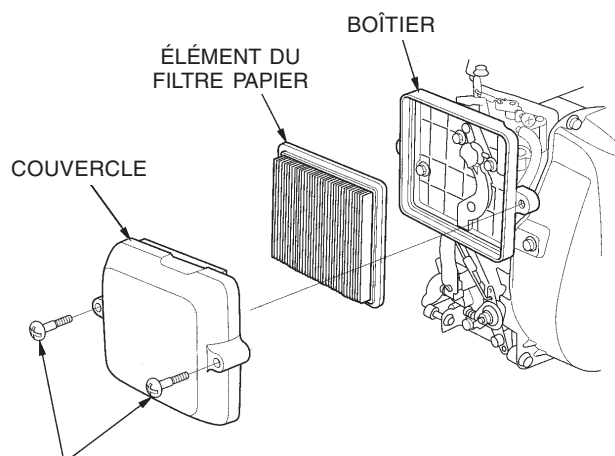

Figure 12. Filtre à air du moteur
- Tapoter plusieurs fois l'élément du filtre papier (figure 12) sur une surface dure pour en extraire la poussière ou pulvériser de l'air comprimé (ne pas dépasser 207kPa ou 2,1 kgf/cm² [30 psi]) dans l'élément du côté boîtier du filtre à air. **NE JAMAIS** dépeussier avec un pinceau, la poussière pourrait alors être poussée à l'intérieur des fibres. Remplacer l'élément en papier s'il est excessivement sale.